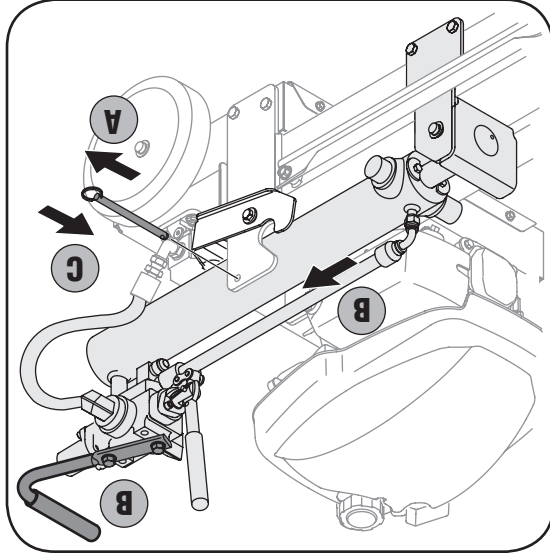

Figure 3-4
9. a. Sortez la goupille de blocage de la base du cylindre. Voir la Figure 3-4.